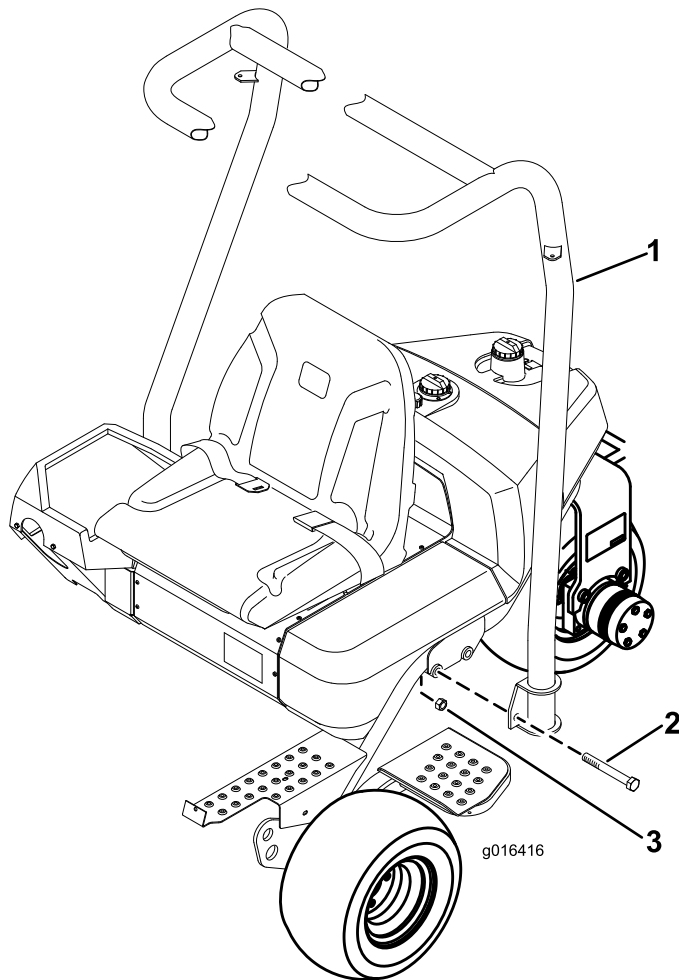

Figura 7
1. Coloque o ROPS de forma a que a parte superior do tubo fique curvado em direcção à parte da frente da máquina (Figura 7).
2. Baixe o ROPS para a estrutura, alinhando-o com os furos de montagem (Figura 7).
3. Prenda cada lado do ROPS à estrutura com (2) parafusos (5/8 x 4-1/2 pol.) e porcas de bloqueio como se mostra em Figura 7. Aperte com 183–223 Nm.